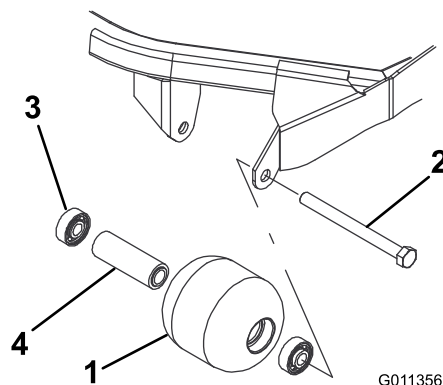

图 71
1. 拆下滚筒安装螺栓 (图 71)。
4. 检查滚筒壳体、轴承以及轴承隔片是否受损 (图 71)。更换受损的组件和总成。
1. 将第一个轴承按入滚筒壳体 (图 71)。仅按住外座圈或同时按住内、外座圈。
2. 插入隔片 (图 71)。
3. 将第二个轴承按入滚筒壳体 (图 71) 同时按住内、外座圈直至内座圈接触到隔片。